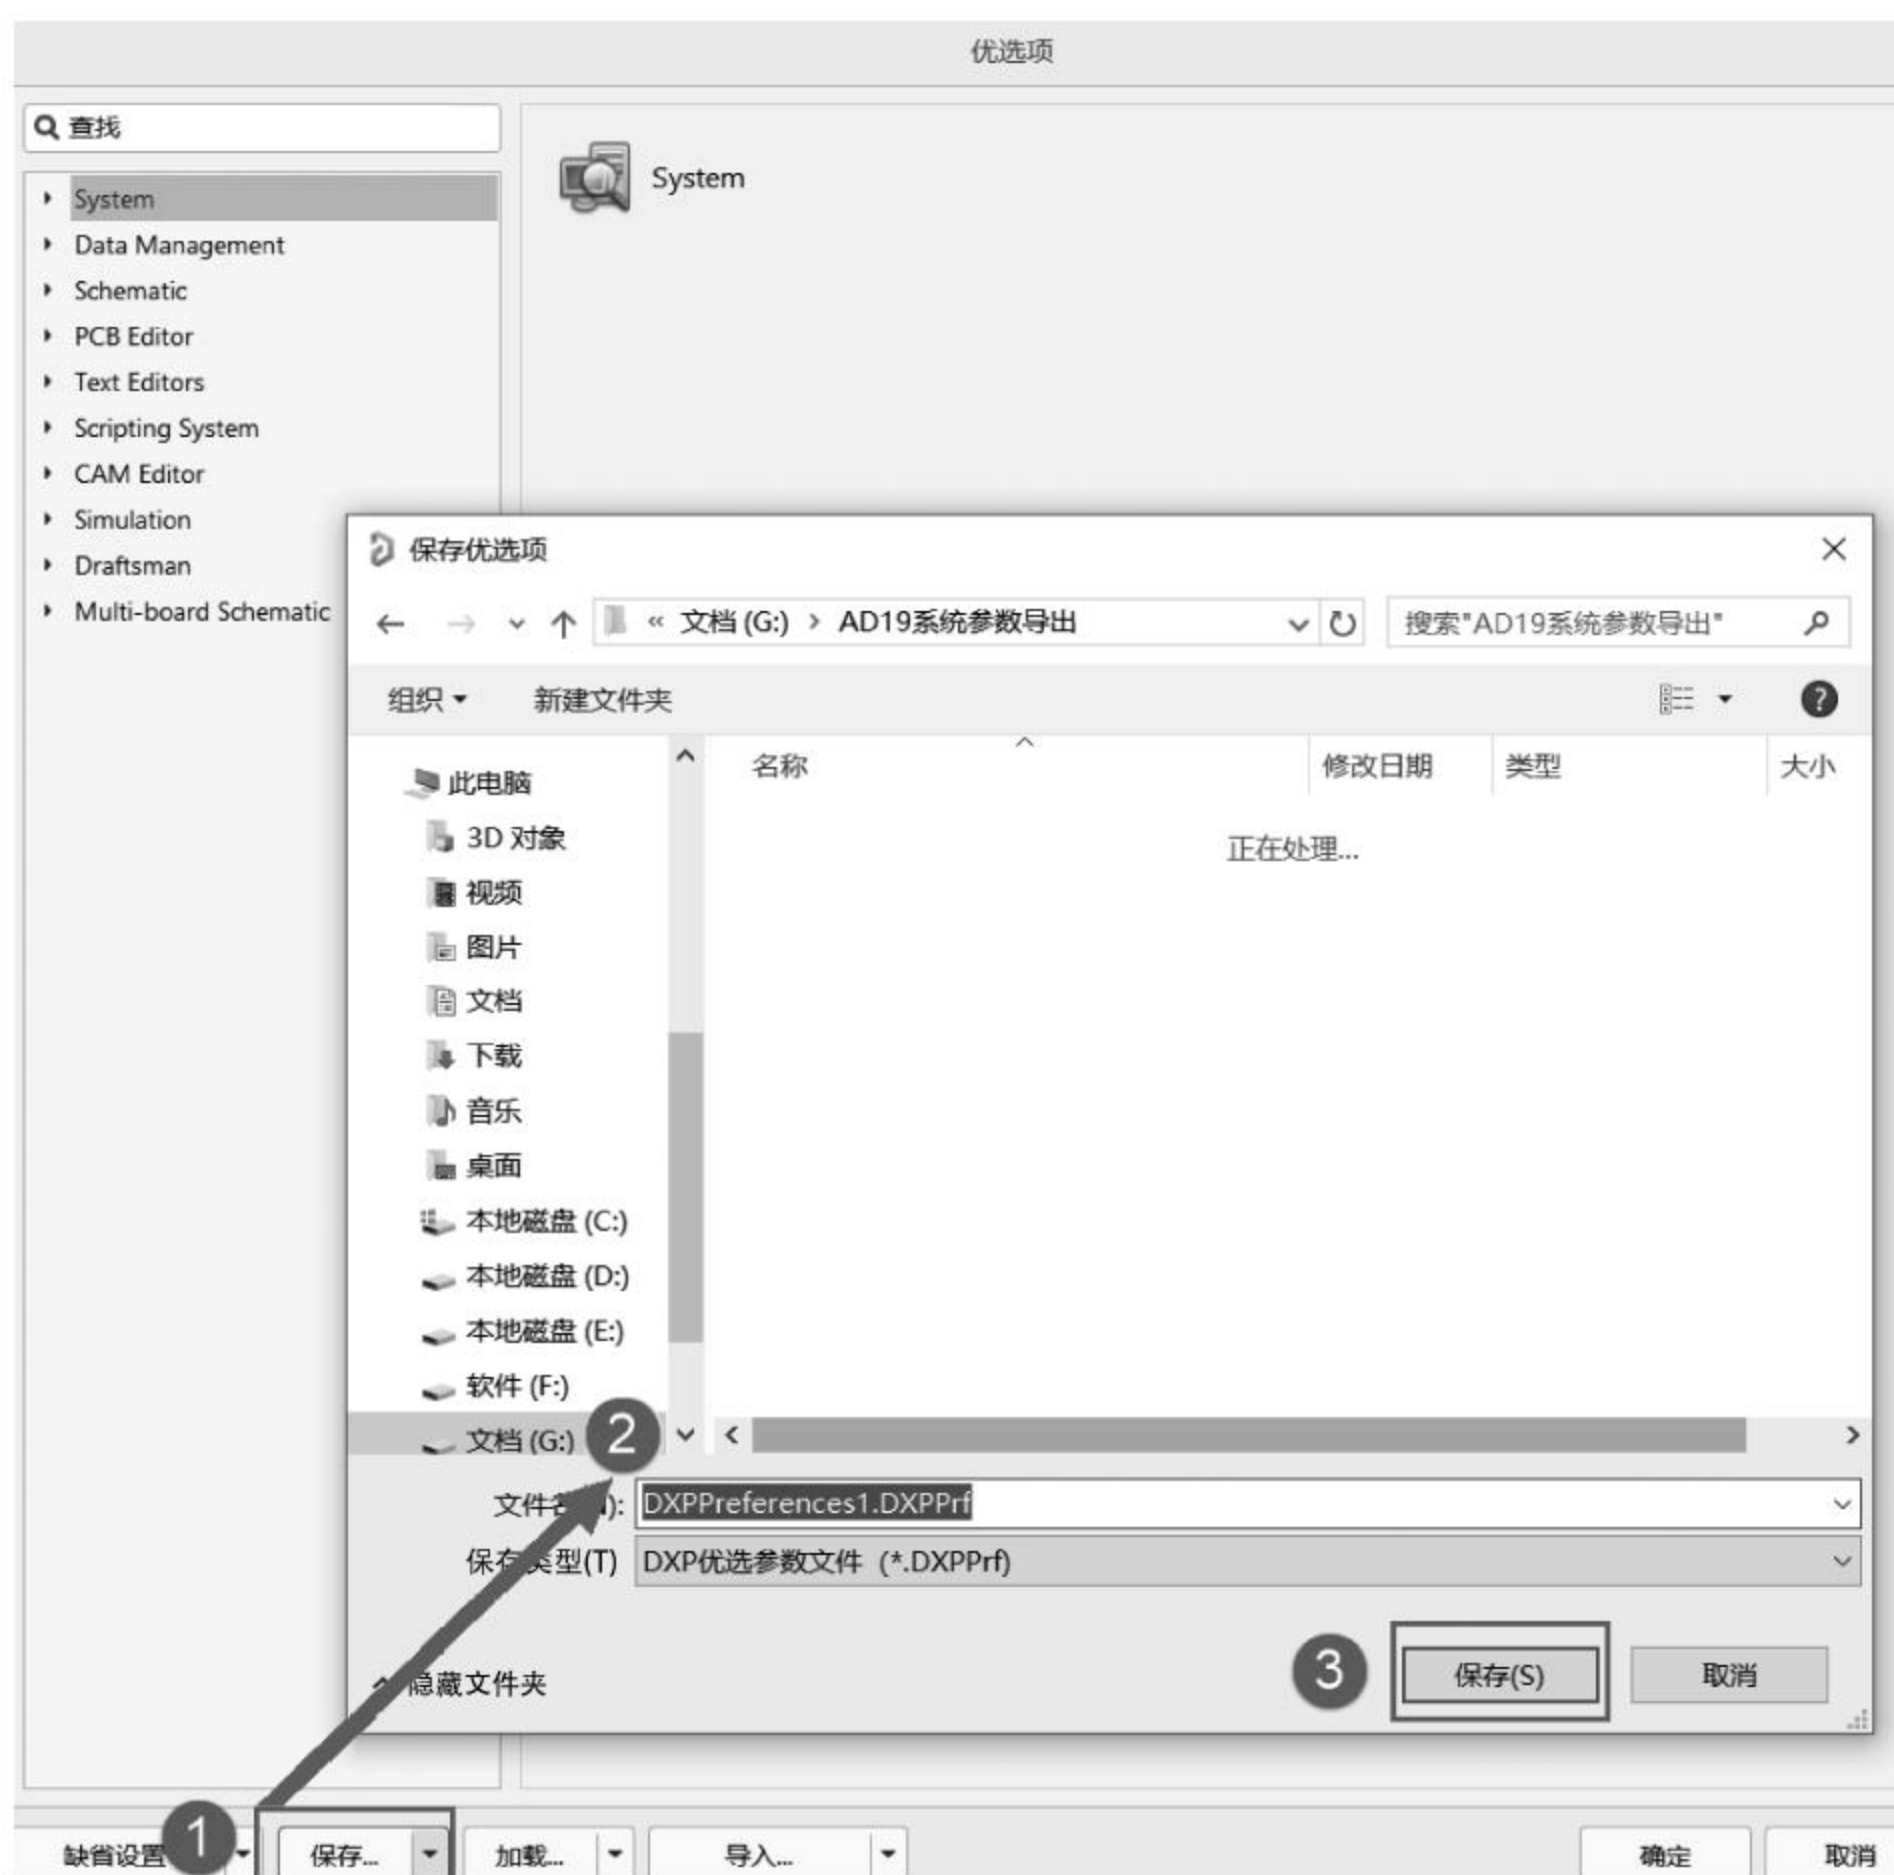

图 1-37 常用系统参数导出
(1) 单击菜单栏右侧的“设置系统参数”按钮,打开“优选项”对话框。
(2) 单击左下角的“保存”按钮,打开“保存选项”对话框,选择好保存路径并输入文件名,如 DXPPreferences1,如图 1-37 所示。